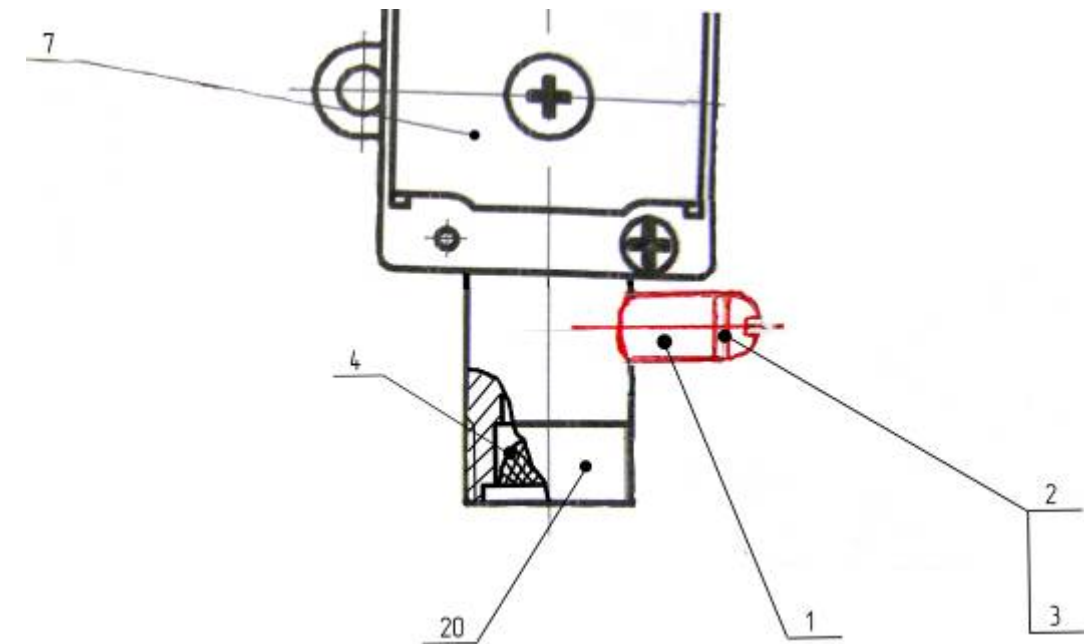

Рисунок 8. Патрубок замера давления газа
- подключить дифманометр к патрубку 1, находящемуся на входе 20 газового регулятора, предварительно отвернув винт 2 с уплотнением 3 (рис.8)
Местонахождение фильтра воды 12 показано на рис.2, а местонахождение фильтра газа 4 показано на рис.8.